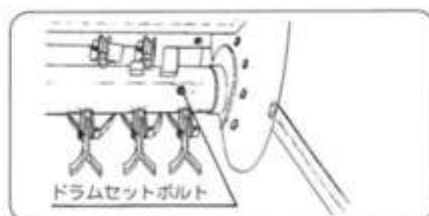

図59
- ① ドラムセットボルトを2ヶ所緩めてください。(図59)